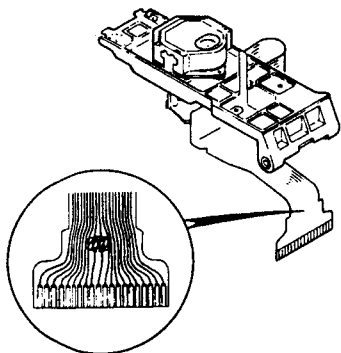

Fig. 3-1
- ピックアップASSYを外すときは、レーザーダイオードの静電破壊防止のため、必ず斜線部分(Fig. 3-1)を半田ブリッジしてから作業をしてください。また、取り付ける場合も取り付け後に半田ブリッジを外してください。